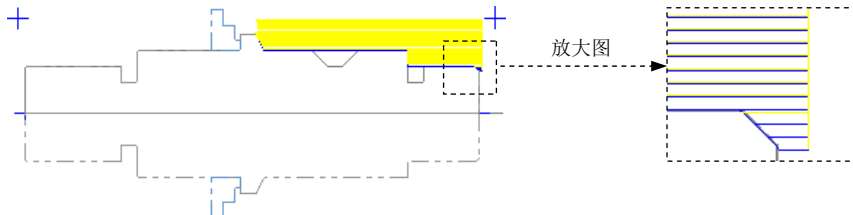

图 19.15 刀具路径
(1) 在“车床粗加工 属性”对话框中单击 **粗加工参数** 选项卡，然后单击 **进/退刀(L)** 按钮，系统弹出“进退/刀设置”对话框。
(2) 在“进退/刀设置”对话框中单击 **退刀** 选项卡，在 **确定方向** 区域选中 **相切** 单选项。
(3) 单击“进退/刀设置”对话框中的 **✓** 按钮，系统返回至“车床粗加工 属性”对话框。然后在 **素材识别** 下拉列表中选择 **残留材料** 选项。
Step6. 单击“车床粗加工 属性”对话框中的 **✓** 按钮，完成粗车参数的设置，此时系统将自动生成图 19.15 所示的刀具路径。